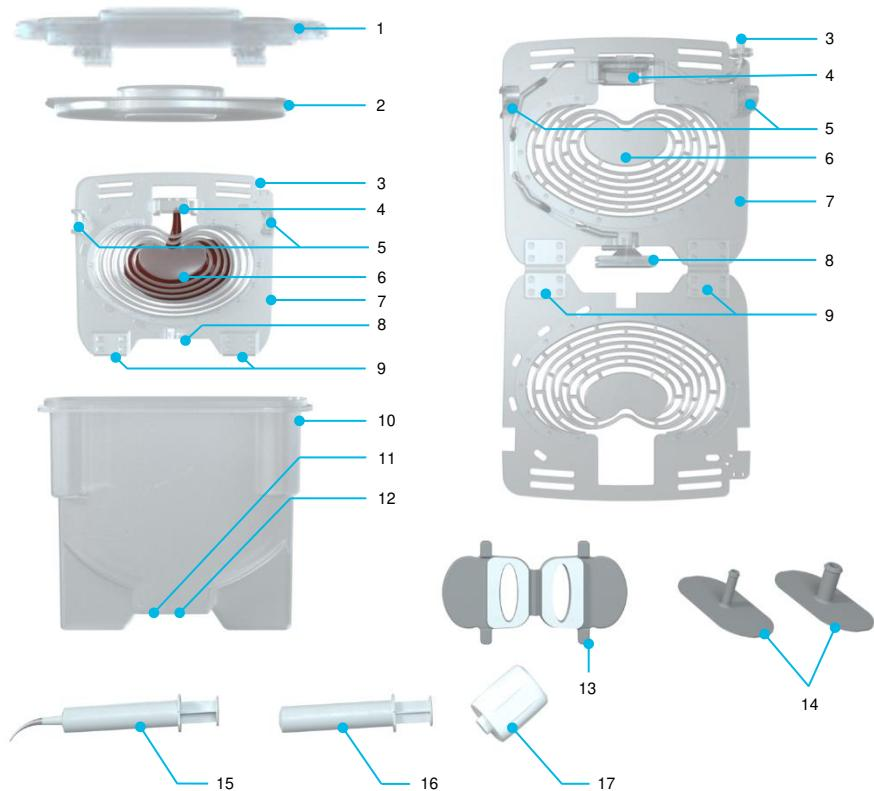

Figure 8 : Porte-rein et ses différents composants
- Après la désaération, remettez le bouchon jaune en place sur la membrane de désaération de l'oxygénateur (figure 7, élément 8). Le bouchon ventillé du capteur de pression peut être remplacé par un bouchon non ventillé (figure 8, élément 17).